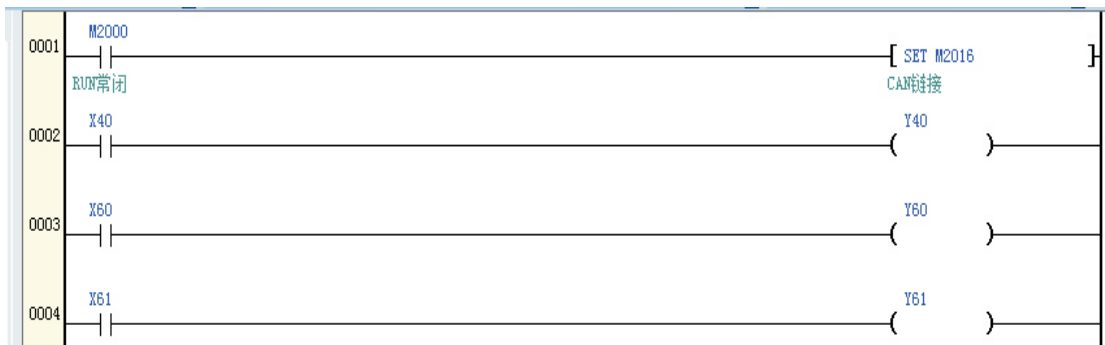

图3
2. 梯形图上置位M2016, 扩展I/O模块连通后在程序中直接使用对应的X、Y。如图3所示，图中的X40、Y40对应的扩展模块1丝印的X00、Y00；图中的X60、Y60对应扩展模块2丝印的X00、Y00。